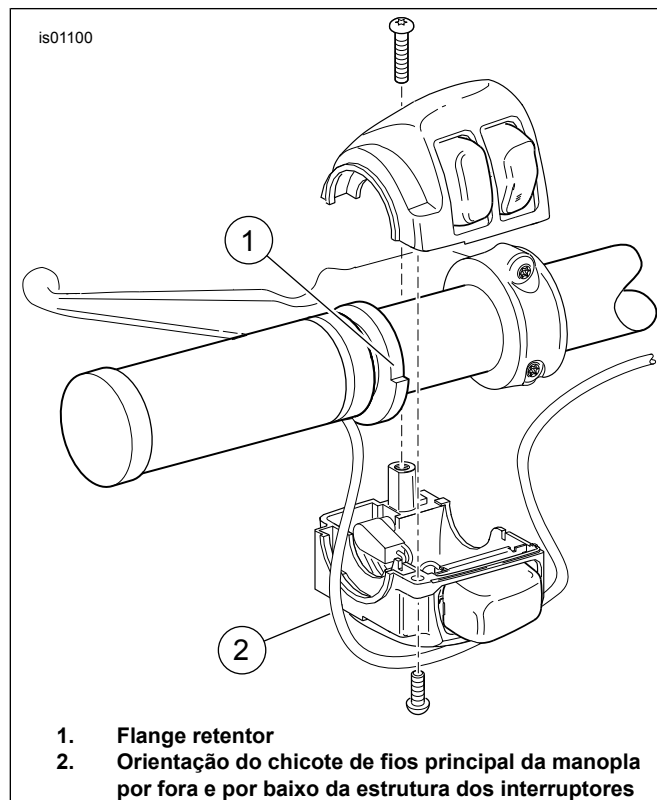

Figura 1. Manopla aquecida (lado esquerdo)
9. Veja Figura 1. Posicione a manopla do lado esquerdo no guidom de forma que o flange retentor (1) possa ser seguramente instalado na estrutura do interruptor inferior (2).